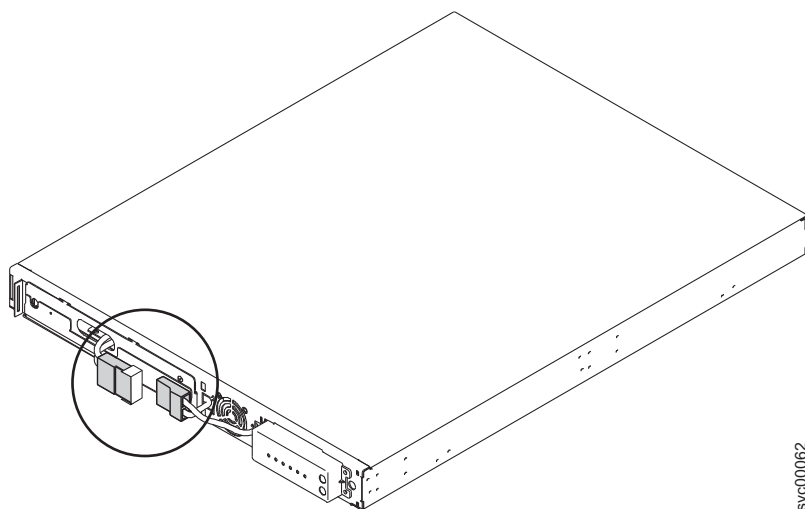

図 241. 保護テープ付きの 2145 UPS-1U 内部バッテリー・コネクター
3. 297 ページの図 241 の円内に示すように、内部バッテリー・コネクタを切り離します。